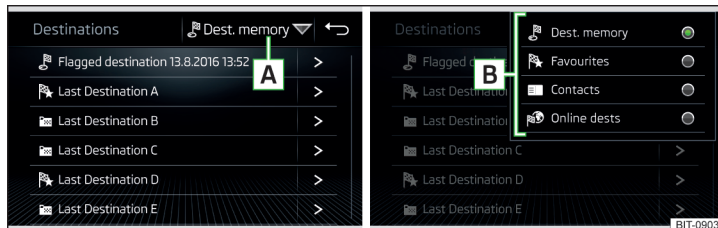

Fig. 229 Selectarea listei destinațiilor memorate/categoriilor destinațiilor memorate
- Atingeți suprafața de comandă funcții **A** » fig. 229 și selectați una din următoarele categorii de destinații memorate **B** » fig. 229.